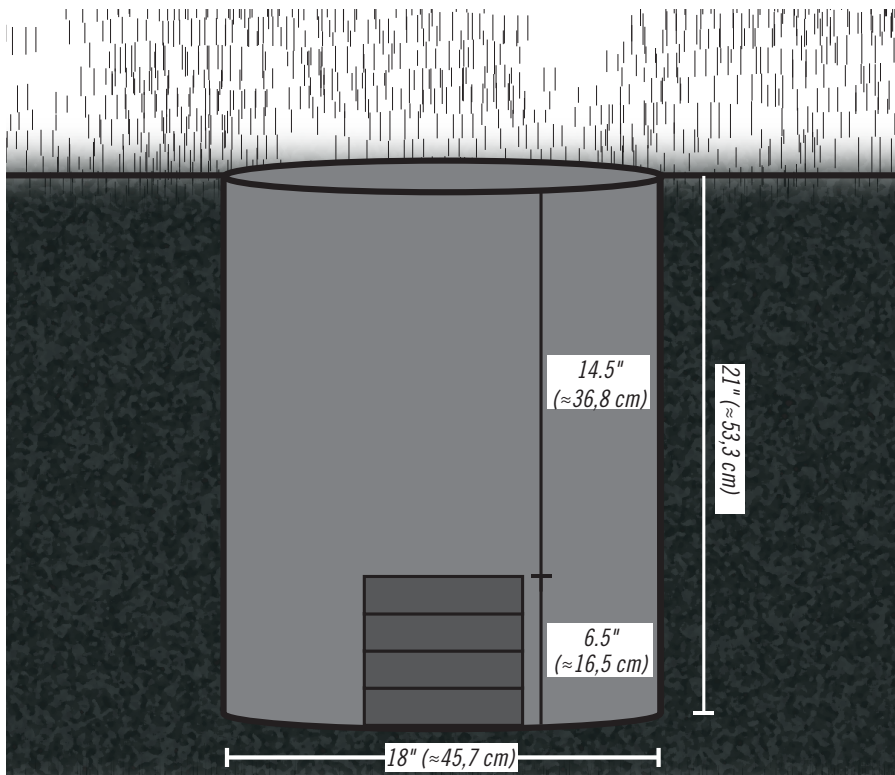

Fig. 1
- Stack bricks or patio blocks in the hole so the top of the stack measures 6.5" ($\approx 16,5$ cm) from the bottom of the hole (**Fig. 1**). The edge of the bricks should be about 2 1/2" (≈ 7 cm) from the playing surface (**Fig. 2**).
- Empiler des briques ou des dalles du patio dans le trou de sorte que le haut de la pile mesure 6.5 po ($\approx 16,5$ cm) du fond du trou (**Fig. 1**). Le bord des briques devrait être 2,5 po (≈ 7 cm) de la surface de jeu (**Fig. 2**).
- Pilar unos ladrillos o bloques de patio en el hoyo de modo que la parte superior de la pila mida 6.5 in ($\approx 16,5$ cm) desde el fondo del hoyo (**Fig. 1**). El borde de los ladrillos debería estar 2,5 in (≈ 7 cm) de la superficie de juego (**Fig. 2**).